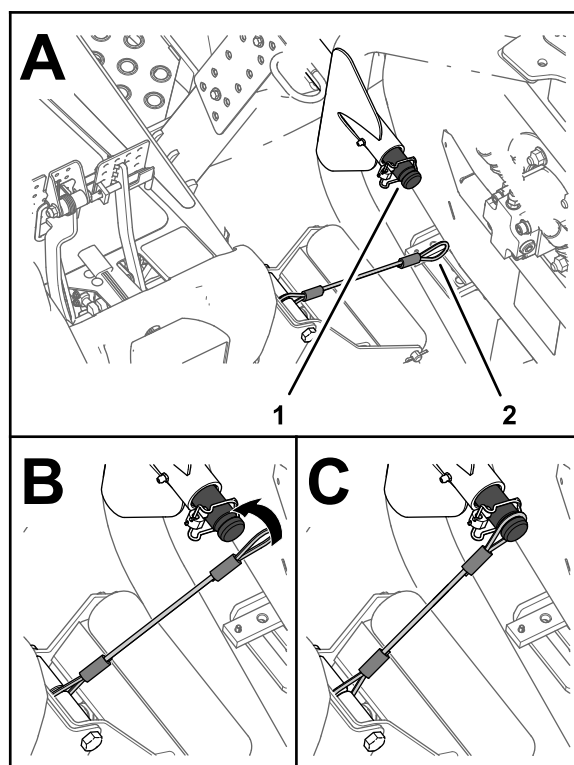

Figura 40
5. Alinee el amarre al eje de tiro del brazo de elevación de la unidad de corte exterior delantera (Figura 40).
6. Deslice el bucle del amarre sobre el eje de tiro hasta que el amarre quede totalmente asentado en la ranura del eje (Figura 40).